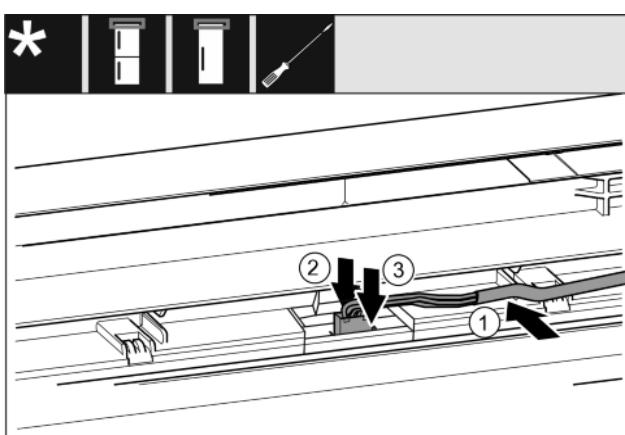

Fig. 35
- ▶ Umetnute sivi kabel u vodilicu u gornjim vratima. Fig. 35 (1)
- ▶ Uskočni ježićac pritisnite prema natrag Fig. 35 (2)
- ▶ Pustite da utikač uskoči. Fig. 35 (3)